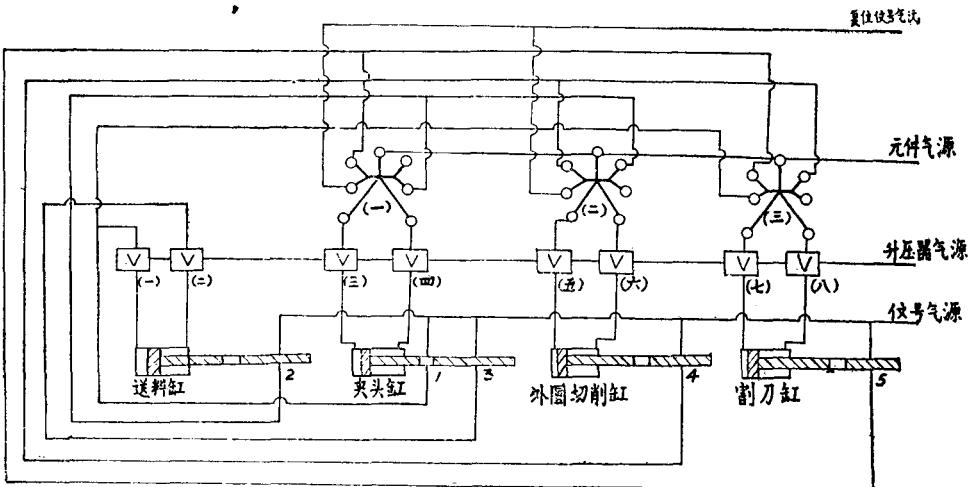

图 4-6
成。它由三只双稳元件、八只功率放大器（中继装置）构成射流控制。整个控制过程是一个行程序控制过程。其线路见图 4-6。射流自动控制线路简解如下。
(1) 开车前使全部气缸恢复到如图 4-6 所示位置，并使元件复位。
(2) 首先打开信号气源及元件气源；
(3) 然后，打开升压器气源。